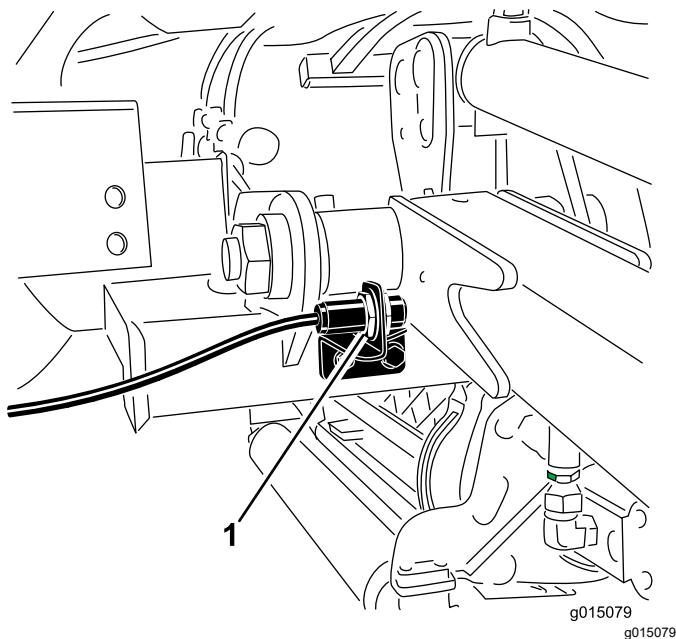

Figura 41
2. L'interruttore del braccio di sollevamento è situato dietro il braccio di sollevamento anteriore destro (Figura 41).
3. Allentate le viti di attacco dell'interruttore (Figura 41) e alzate l'interruttore per aumentare l'altezza d'inversione del braccio di sollevamento o abbassate l'interruttore per ridurla.